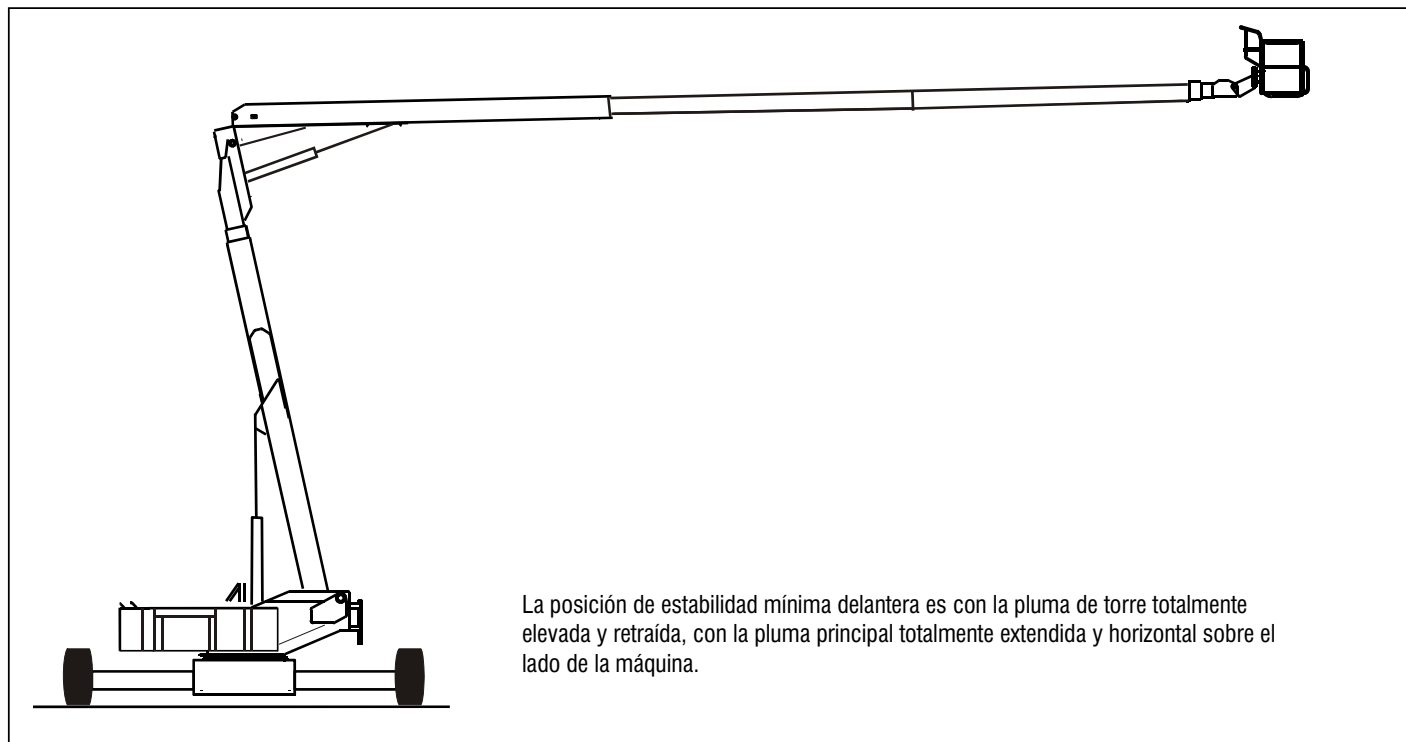
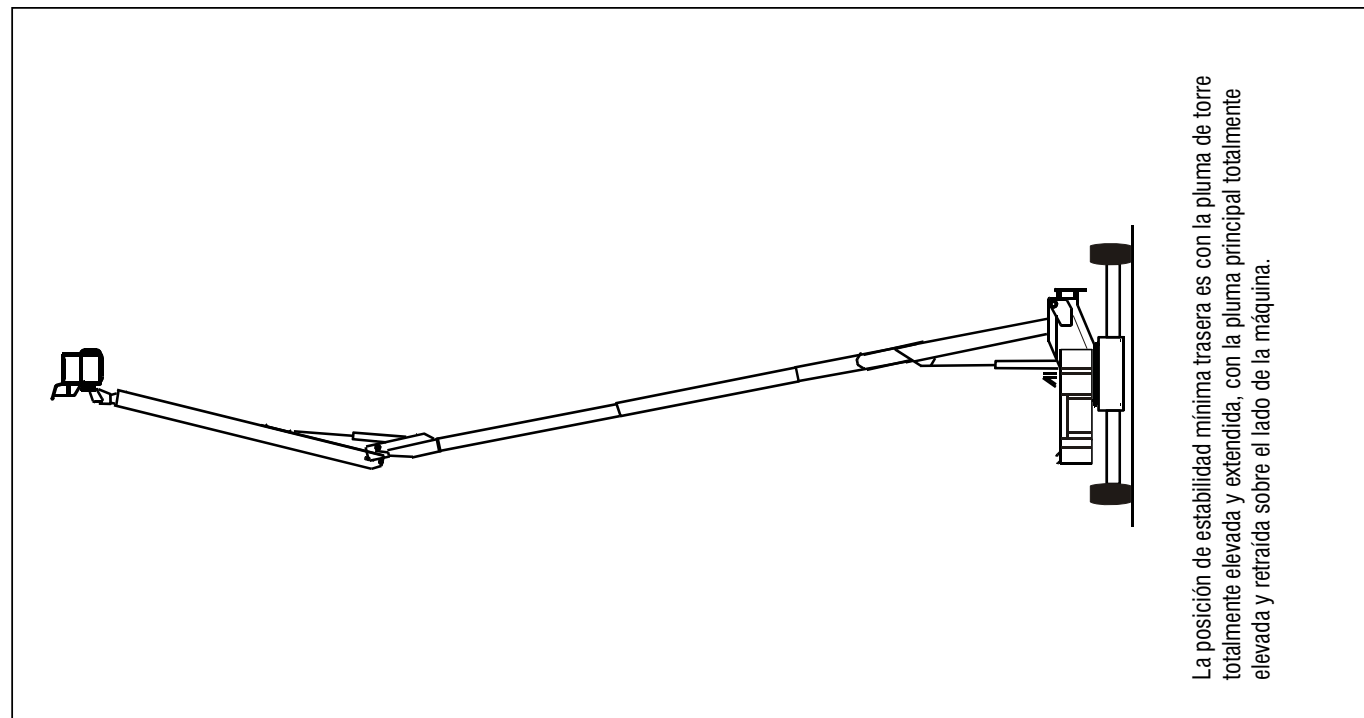

Figura 4-1. Posición de estabilidad delantera mínima
Figura 4-2. Posición de estabilidad trasera mínima
La estabilidad de la máquina depende de dos (2) posiciones, las cuales se denominan estabilidad DELANTERA y estabilidad TRASERA. La posición de la máquina que ofrece la estabilidad DELANTERA mínima se ilustra en la Figura 4-1., Posición de estabilidad delantera mínima; la posición que ofrece la estabilidad TRASERA mínima se ilustra en la Figura 4-2., Posición de estabilidad trasera mínima.